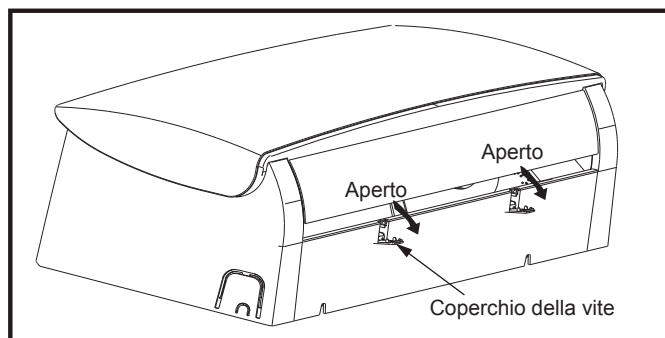
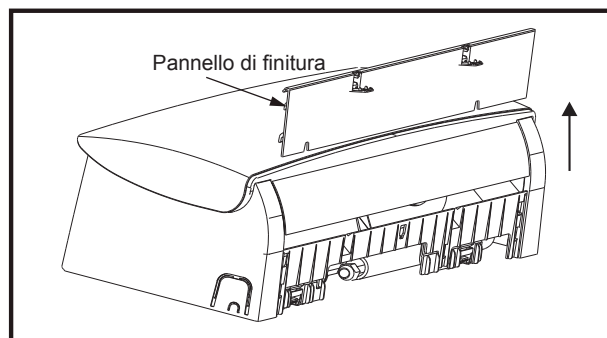

Fig. 8
Fig. 9
- 2) Aprire il coperchio delle viti come mostrato nella Fig. 8 e rimuovere le viti. Quindi rimuovere il pannello di finitura come illustrato nella Fig. 9.